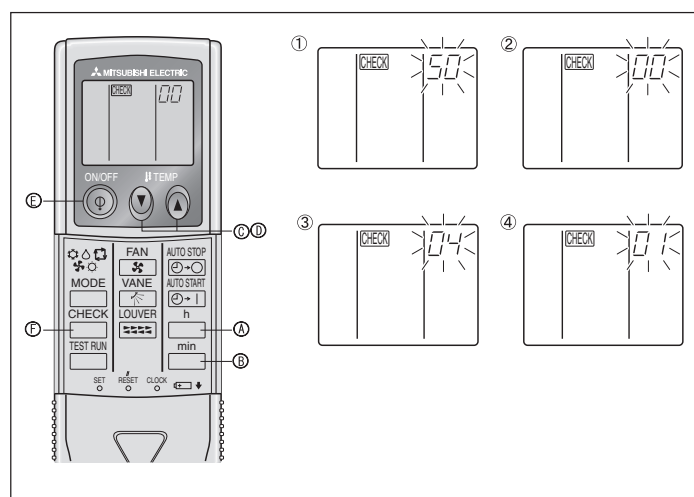

Fig. 6-10
- Appuyer sur la touche MODE (E), les numéros de programmation et de mode (1) et (2) changeront et seront continuellement affichés, et les détails de la programmation pourront être confirmés.
- Appuyer simultanément sur les touches FILTER (A) et TEST RUN (B) pendant au moins 2 secondes. L'écran de sélection des fonctions apparaît momentanément, et l'affichage d'arrêt du climatiseur apparaît.
2) Pour la télécommande sans fil (Fig. 6-10)